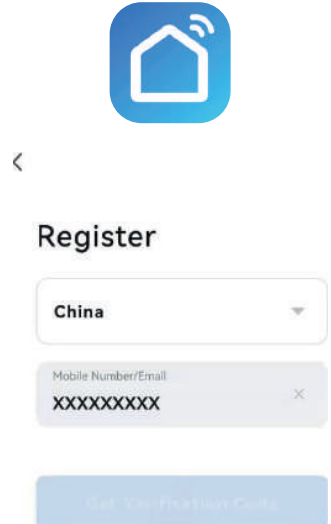

Abbildung 1
2. Das System erkennt automatisch Ihr Land/Gebiet. Sie können Ihren Ländercode auch manuell auswählen. Geben Sie Ihre Handynummer/E-Mail-Adresse ein und tippen Sie auf "Weiter". (Abbildung 1)